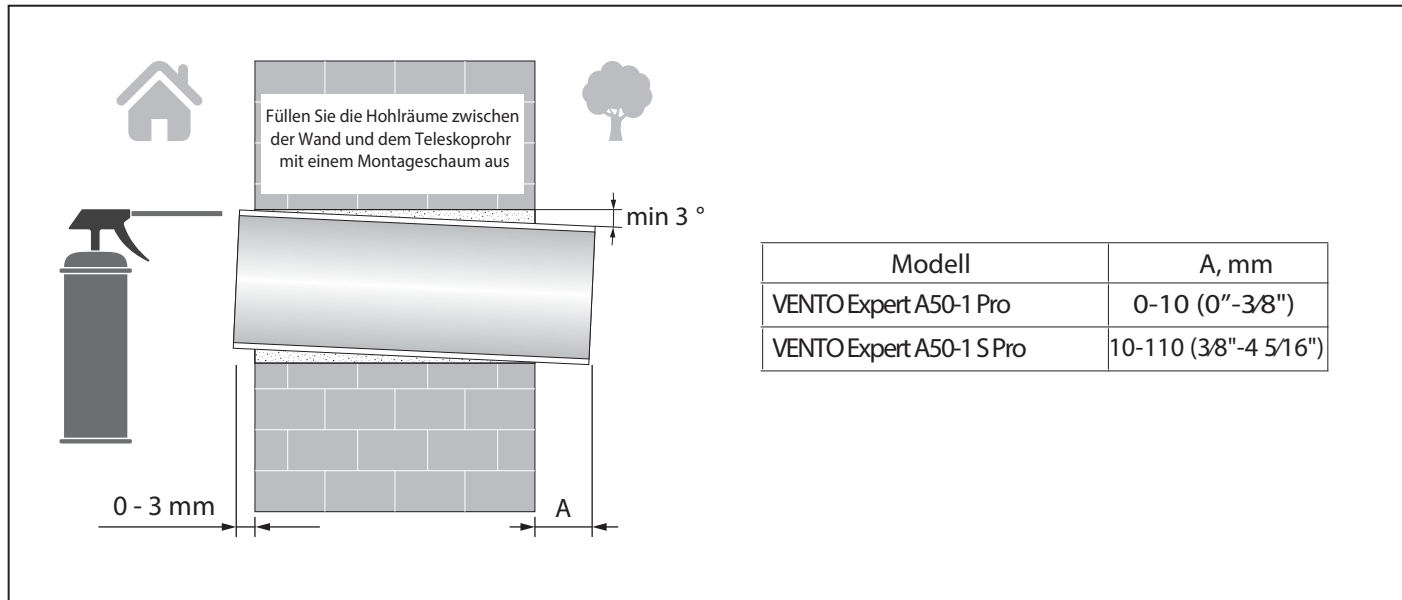

Abb. 6.
2. Setzen Sie das Lüftungsrohr in die Kernlochbohrung ein. An der Außenwand muss das Lüftungsrohr um den Abstand A herausragen, welche für die Montage der Außen-Lüftungshaube erforderlich ist (s. Abb. 6). Bei der Montage des Lüftungsrohr achten Sie darauf, dass dieses maximal 3 mm an